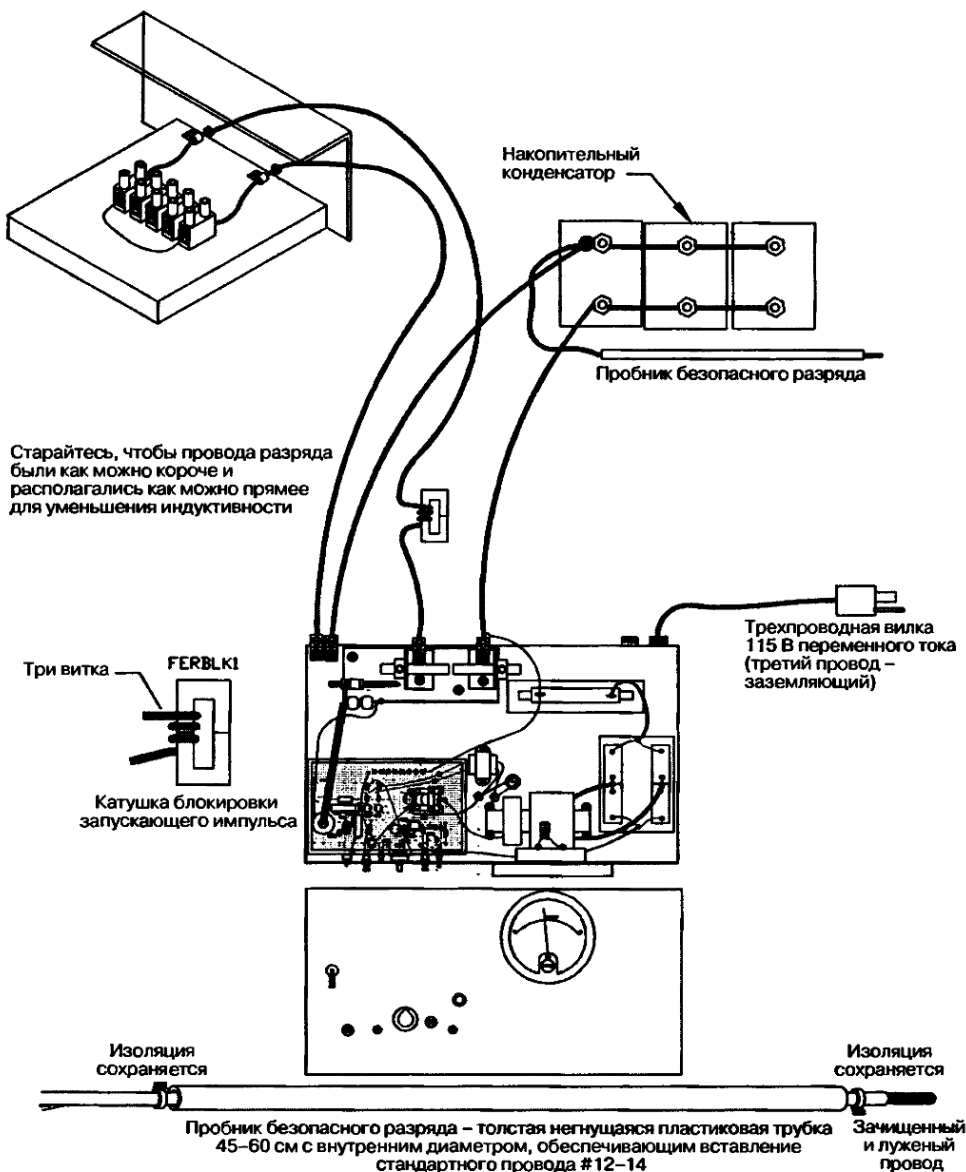

Рис. 6.3. Схема подключения взрывателя провода
2. Расположите взрывную камеру и соедините ее, как показано на рис. 6.3. Прозрачный экран обеспечивает защиту оператора, но открыт с тыльной и боковых сторон. Тыльная сторона используется для размещения изображения, служащего мишенью на пути взрыва.